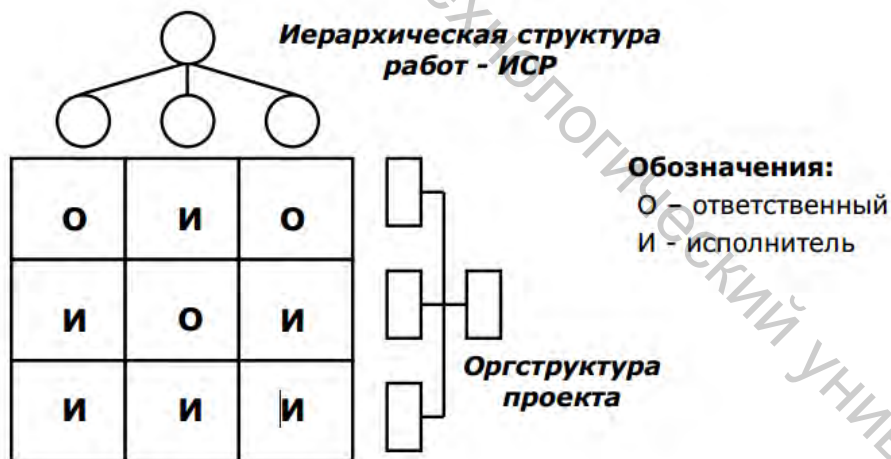

Рисунок 5 – Схема матрицы ответственности
**Задание 6.** Построить матрицу ответственности, отражающую связь работ (WBS) с исполнителями (ORG) (рисунок 5).
*Матрица ответственности* обеспечивает описание и согласование структуры ответственности за выполнение пакетов работ. Она представляет собой форму описания, распределения ответственности за реализацию работ по проекту, с указанием роли каждого из подразделений в их выполнении. Матрица содержит список пакетов работ СРР по одной оси, список подразделений и исполнителей, принимающих участие в выполнении работ, - по другой (рисунок 5).